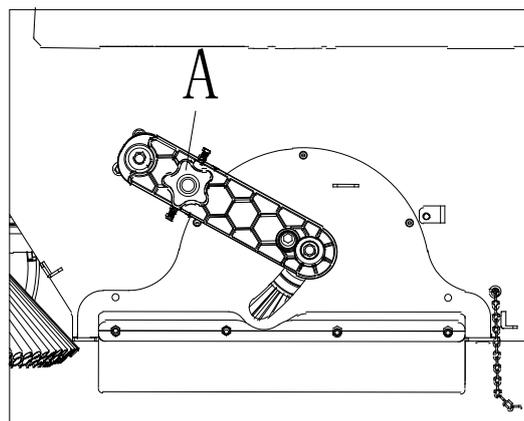
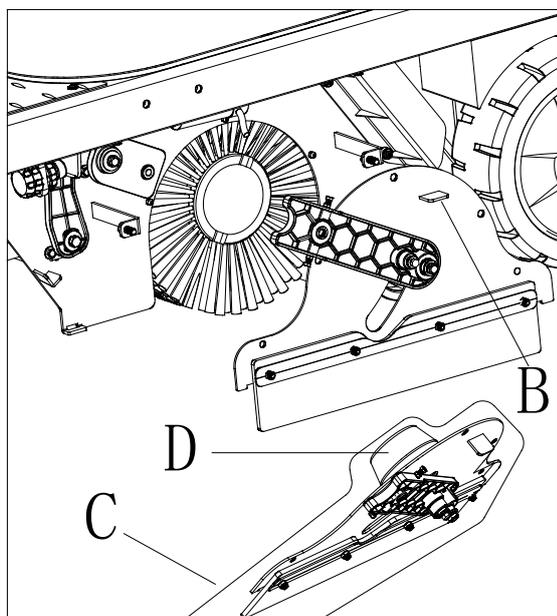

Figura 21
Figura 23
4. Svitare il bullone della manopola (A, Figura 21), tenere (B, Figura 23) e rimuovere il gruppo della staffa sinistra della spazzola principale (C, Figura 23).
9. Installare il mozzo condotto (D, Figura 23) sulla spazzola principale.
10. Installare il gruppo della staffa sinistra della spazzola principale (C, Figura 23) e serrare il bullone della manopola (A, Figura 21).